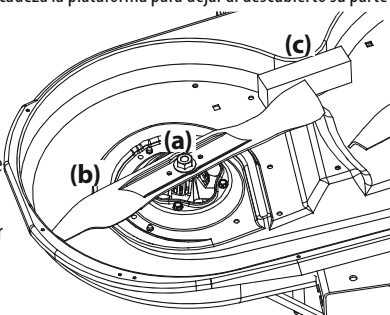

Figura 50
2. Use una llave de $1\frac{5}{16}$ " para sostener la tuerca hexagonal en la parte superior del conjunto del husillo cuando afloje la tuerca hexagonal (a) que fija la cuchilla (b). Se puede colocar un bloque de madera (c) entre el alojamiento de la plataforma y el borde de corte de la cuchilla (b) para ayudar a aflojar la tuerca hexagonal (a) que fija la cuchilla. Consulte la Figura 50.